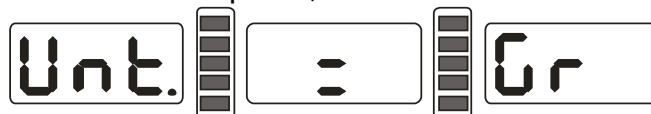

рисунок 12-1
12.1 Нажмите клавишу STOP и клавишу a+ key или a-. Появится рисунок 12-1. Текущее обозначение веса – грамм;